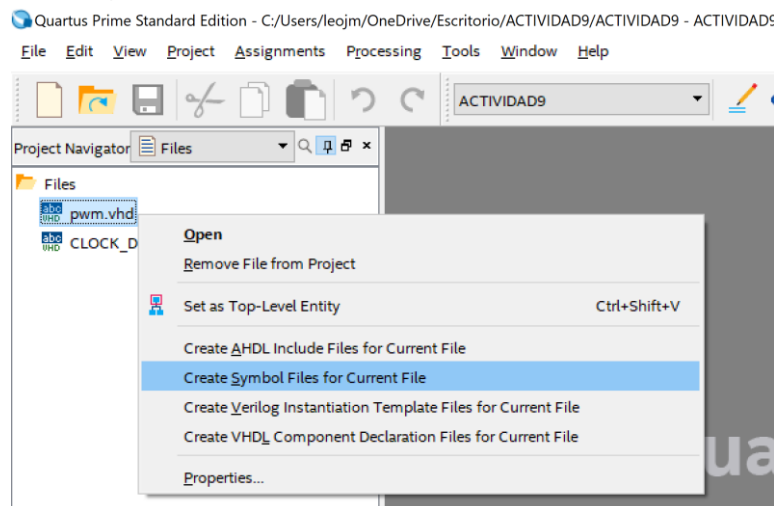

Figura 10. Creación del símbolo para el archivo PWM.vhd.
10. Una vez creado el proyecto, proceda a crear el símbolo de los archivos **pwm.vhd** y **CLOCK_DIV_50.vhd** para agregarlos en el editor gráfico. Para crear el símbolo de cada uno, haga clic derecho en cada archivo y seleccione la opción **Create Symbol Files for Current File**, tal como se observa en la Figura 10.